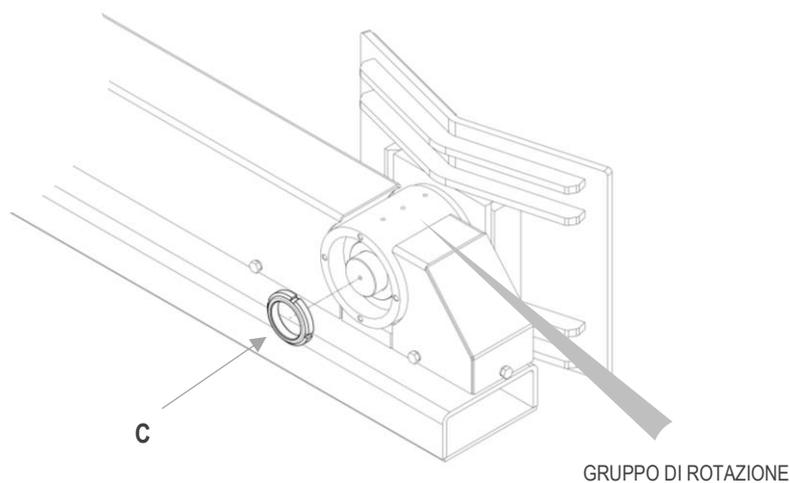

Figura 41
3. Rimuovere la ghiera **C** di fissaggio piattello (vedi Figura 41)